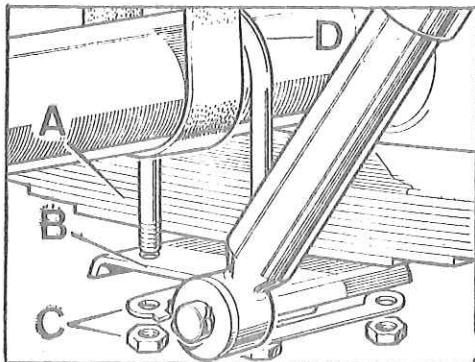

Fig. E -64 Bidas de ballesta (Modelo 88")
- 1.04. Soltar las tuercas, C (Fig. E -64) de las bridas y separar éstas del eje.